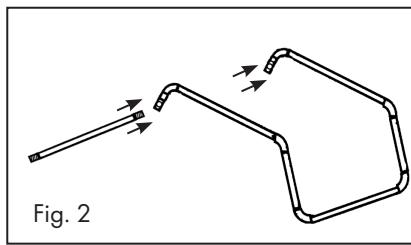

Fig. 2
- Introduzca el eje de la rueda (2) por los orificios correspondientes del bastidor tubular inferior (1), véase la fig. 2